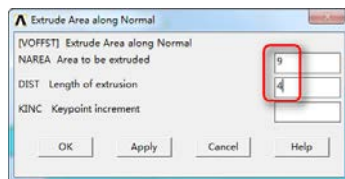

图 3-51 输入体的厚度
③这时打开创建体对话框, 输入 DIST 为-4, 厚度的方向是向圆柱所在的方向, 单击“OK”, 如图 3-51 所示。